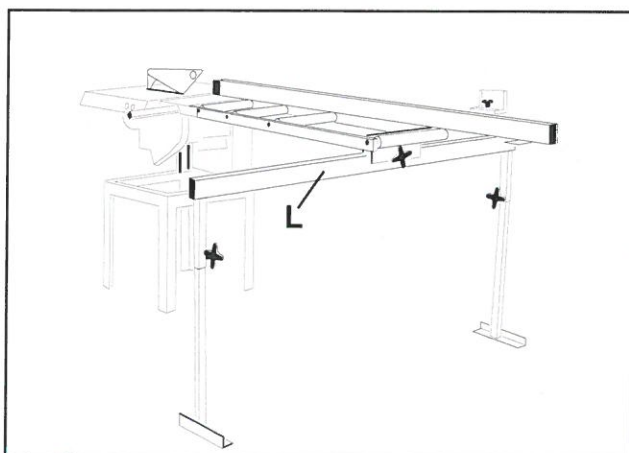
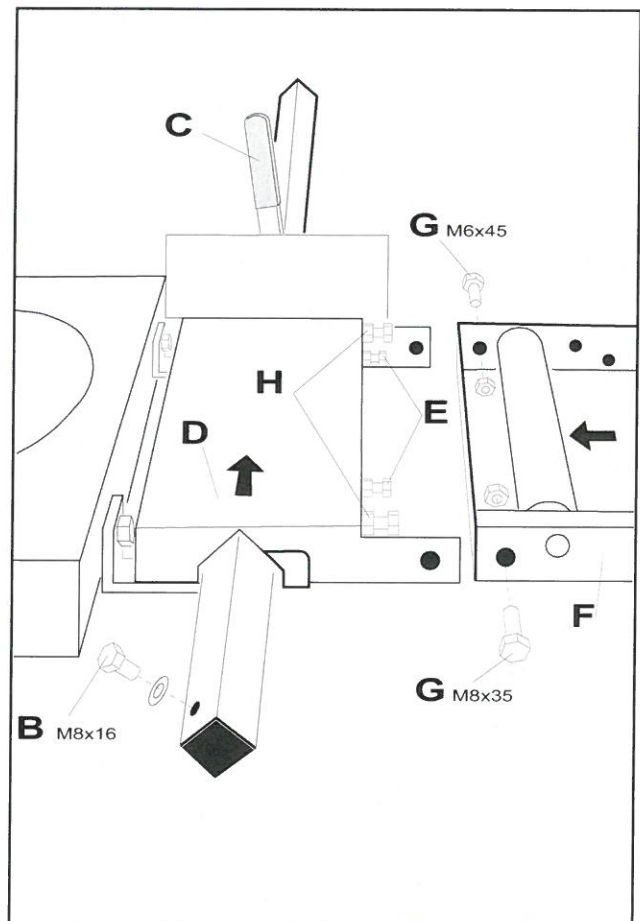
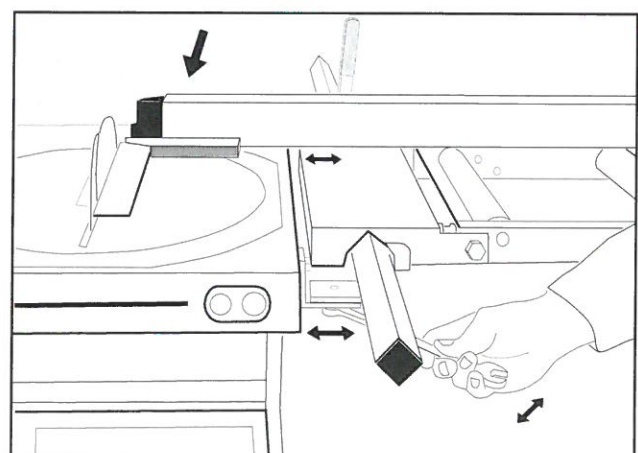

Fig. 4
Fig. 2
Fig. 5
- Løftehåndtaket monteres på løftearmen (fig. 2).
- Løs skruene og plasser øvre bladbeskytter som vist på (fig. 4 og fig. 5). Fest skruene godt.
- Skru ut stoppskruen **B** (fig. 2).
- Sett opp bukken **L** (fig. 4) for støtte ved montering av rullebordet **F** (fig. 2). Fest rullebordet til rulleanlegget med skruene og mutterne **G** (ikke skru til for hardt).
- Senk bukken **L** (fig. 4), og skyv anholdet inn på plass. Hev bukken igjen.
- Drei svingskiven til 0°. Bruk en vinkel for justering av styreskinnen slik at anholdet står i 90° i forhold til sagbladet (fig. 5).
- Juster benene på bukken **L** (fig. 4) slik at begge kulelagrene ligger an mot bukken.